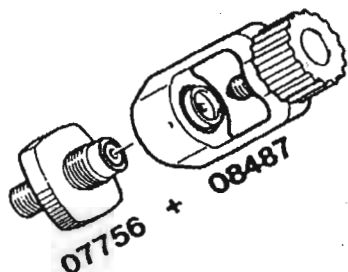

Рис. 14 Международный переходник
- Баллоны с воздухом с переходником международного типа можно подключать с помощью заправочного переходника (PN 08487-635) к немецкому переходнику (см. рис.14).